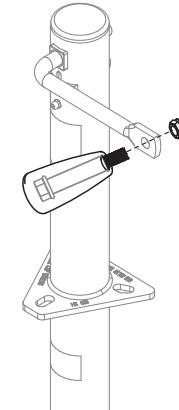

Fig. 1
5. Comme le montre la Figure 1, insérer le boulon et l'assemblage de la poignée dans le trou à l'extrémité de la manivelle, puis fixer en place avec l'écrou.